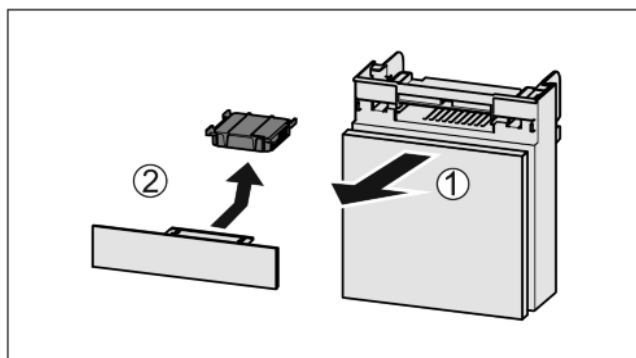

Fig. 49
- ▶ Extraire le compartiment par l'avant Fig. 49 (1).
- ▶ Sortir le filtre à charbon actif Fig. 49 (2).